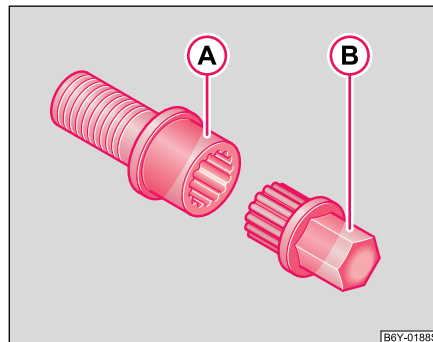

Fig. 146 Boulon antivol avec adaptateur
- Poussez à fond l'adaptateur (B) avec son côté denté de sorte que la denture intérieure du boulon antivol (A) puisse encore dépasser à l'extérieur du six-pan ⇒ fig. 146.
- Poussez la clé de roue à fond sur l'adaptateur (B).